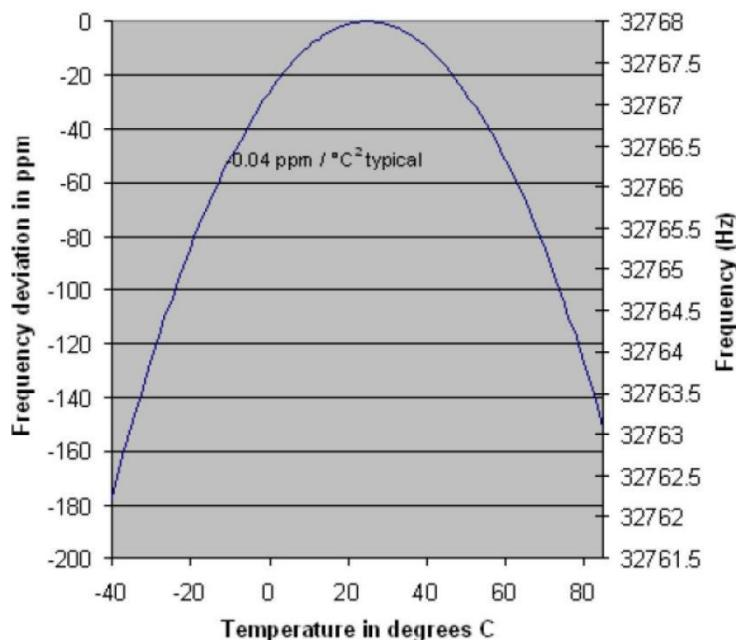

图 2. 晶体频率与温度的关系
另外除了晶体与负载匹配产生误差外，当环境温度变化时，晶体固有频率也会发生变化。实时时钟系统 (RTCs) 使用音叉晶体，这种晶体会在超温时产生误差，如图 2 所示。20ppm 的误差相当于每月 1 分钟的误差。
3. 有条件的话，在晶体周围放置保护环（接地），这能让晶体与相邻信号的噪声耦合绝缘，如图 2 所示显示了在晶体周围放置保护环。